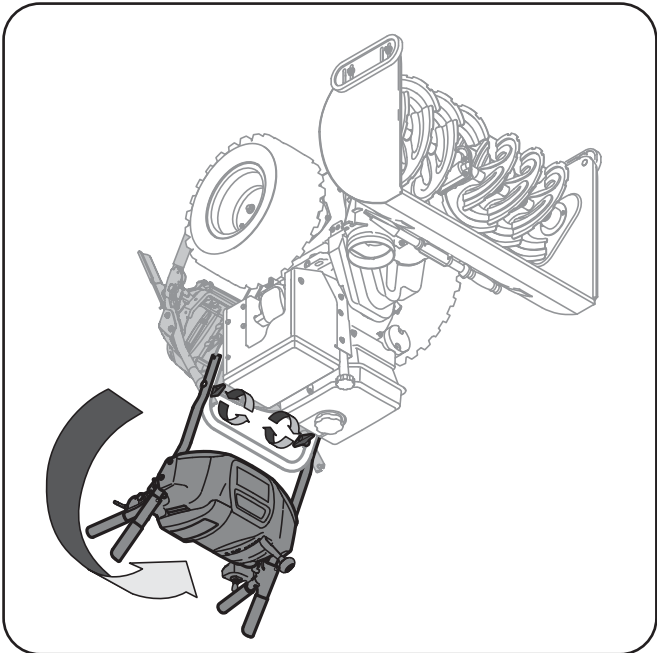

Figure 3-1
2. Vérifiez que les deux câbles sont enfoncés dans les rainures de relayer le guidon. Voir la Figure 3-1.